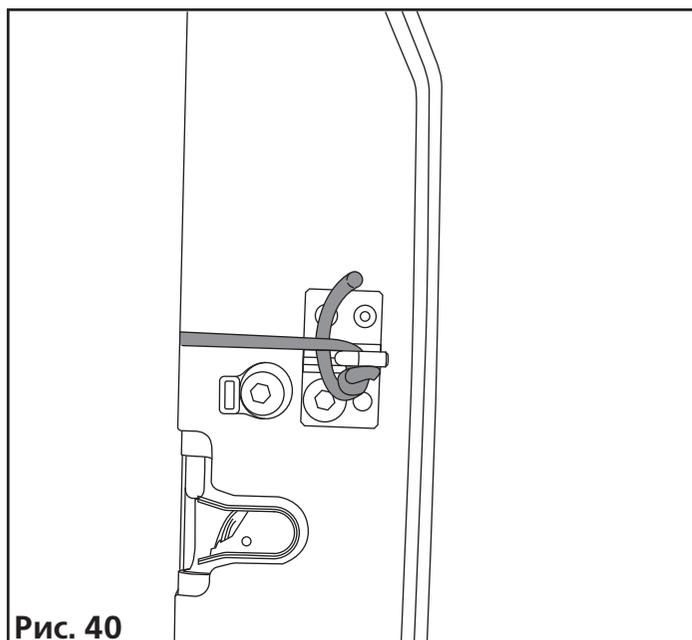

Рис. 40
7. Вытяните трос так, чтобы он был натянут на всех участках. Завяжите на свободном конце троса простой узел и закрепите его на крюке двери, рис. 40.